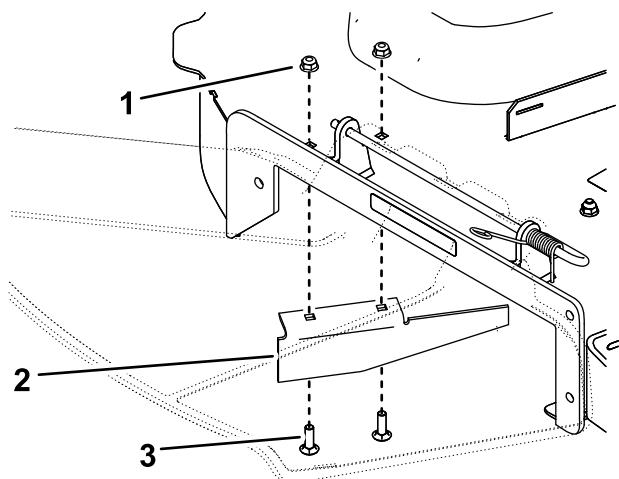

Figura 8
- 1. Retire los 2 pernos y las 2 tuercas que sujetan el deflector de descarga existente a la carcasa, y retire el deflector de descarga (Figura 8).